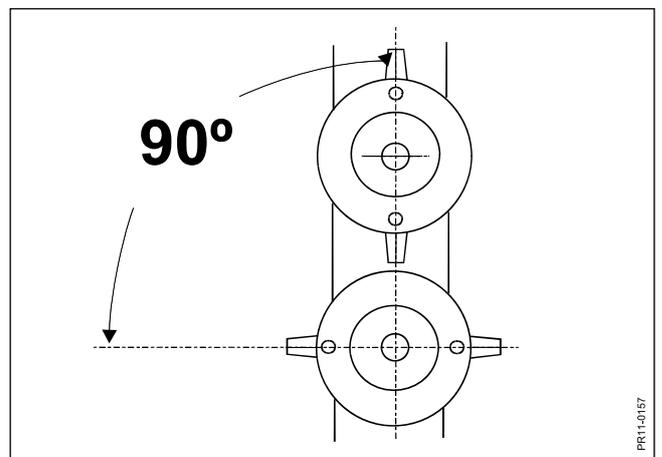

Рис. 5-11
- Рис. 5-11 После снятия, диски должны быть установлены под углом 90° по отношению друг к другу.